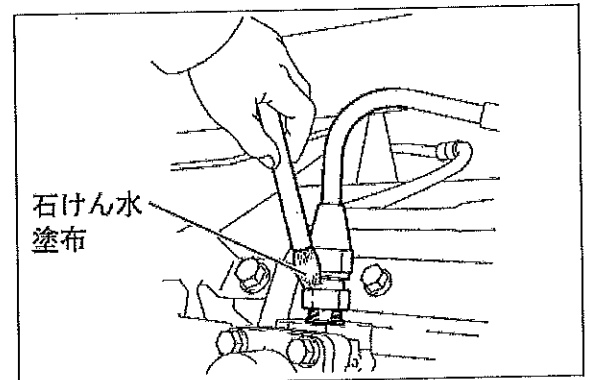

図9
- 配管接続部に石けん水を塗布して、燃料漏れがないことを確認する。(図9参照)